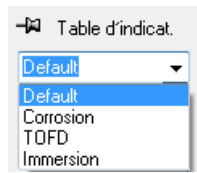

Figure 6-8 Sélection d'une catégorie de lectures prédéfinies dans la table d'indications
5. Sélectionnez une catégorie de lectures prédéfinies dans la barre de dialogue **Table d'indications** (voir la Figure 6-8 à la page 343) pour sélectionner les lectures s'affichant dans la table.